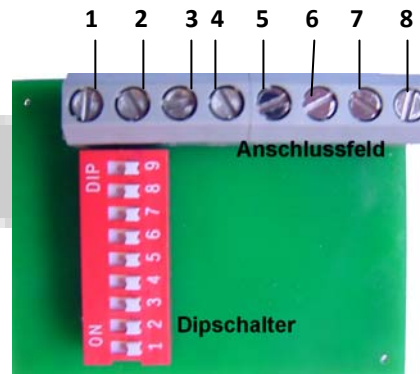

Abbildung 3
- Das DMX Datensignal schließen Sie Bitte an den Anschlüssen 1 und 2 am Controller *Abb.3* und beachten Sie die Polarisierung.
Den korrekten Anschluss von Trafo, LED und des DMX Signals am Controller entnehmen sie Bitte aus der **Abb. 3!**